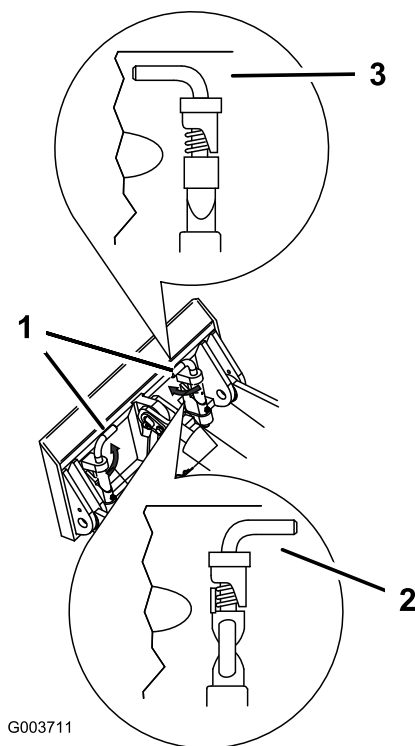

Figura 11
7. Engate os pinos de ligação rápida, assegurando que estão completamente encaixados na placa de montagem (Figura 11).